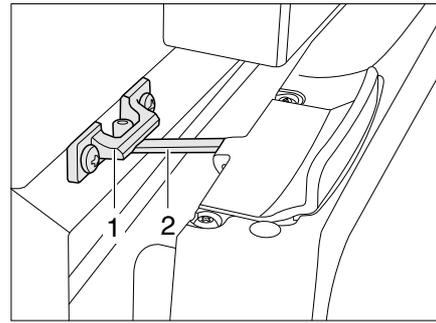

Bild 223 Kühlschranktür in Lüftungsstellung (Thetford)
■ Verriegelung (Bild 223,2) aufklappen und in der Verriegelungsaufnahme (Bild 223,1) einrasten. Die Kühlschranktür bleibt damit leicht geöffnet.